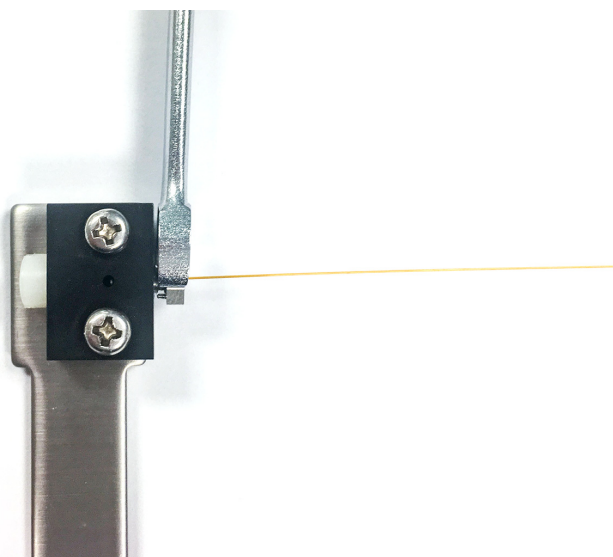

图 9. 拧紧内螺母
- c 检查密封垫圈是否夹紧色谱柱。如果是，则停止。否则，继续以 5 到 15 度的小增量拧紧内螺母。在每次递增后查看密封垫圈是否夹紧色谱柱。夹紧后立即停止。请参阅图 9。